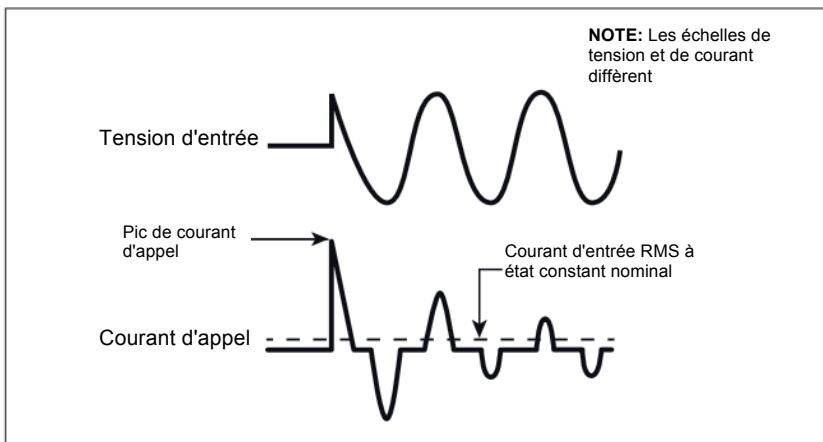

Fig 4.1 : Courant d'appel dans une SMPS
- **Alimentations à découpage CA vers CC (SMPS) :** Ce type d'alimentation est utilisé comme source d'alimentation autonome ou comme système frontal dans tous les appareils électroniques alimentés par un réseau électrique, par exemple dans des appareils audio / vidéo / périphériques informatiques et chargeurs de batterie (veuillez voir la section 4 pour plus de détails sur SMPS). Lorsque cette alimentation est mise sous tension, ses condensateurs latéraux internes d'entrée commencent à charger entraînant une très forte surtension de courant d'appel pendant quelques millisecondes (veuillez voir fig 4.1). Cette élévation de courant / puissance d'appel peut atteindre jusqu'à 15 fois la puissance nominale maximale en fonctionnement continu. L'élévation de courant / puissance d'appel sera, cependant, limitée par la puissance nominale lors de crête de puissance de la source CA.
Les alimentations à découpage (SMPS) sont largement utilisées pour convertir le courant alternatif entrant en différentes tensions tel 3,3V, 5V, 12V, 24V, etc., utilisées pour alimenter divers dispositifs et circuits utilisés dans les équipements électroniques comme des chargeurs de batterie, ordinateurs, appareils audio vidéo, radios, etc. Les SMPS utilisent de gros condensateurs dans leur section d'entrée pour la filtration. Lorsque l'alimentation est allumée, il y a un courant d'appel très important requis par l'alimentation alors que les condensateurs d'entrée sont chargés (les condensateurs agissent presque comme un court-circuit lors de la mise sous tension). Le courant d'appel lors de l'allumage est entre plusieurs fois et des dizaines de fois plus important que l'entrée de courant RMS nominale et dure quelques millisecondes. Un exemple de tension d'entrée comparée aux formes d'onde de courant d'entrée est donné en Fig. 4.1. On y voit que l'impulsion initiale du courant d'entrée juste après l'allumage représente plus de 15 fois le courant RMS à l'état constant. L'appel disparaît après environ 2 ou 3 cycles ou environ 40 à 60 millisecondes pour une onde sinusoïdale de 50 Hz.